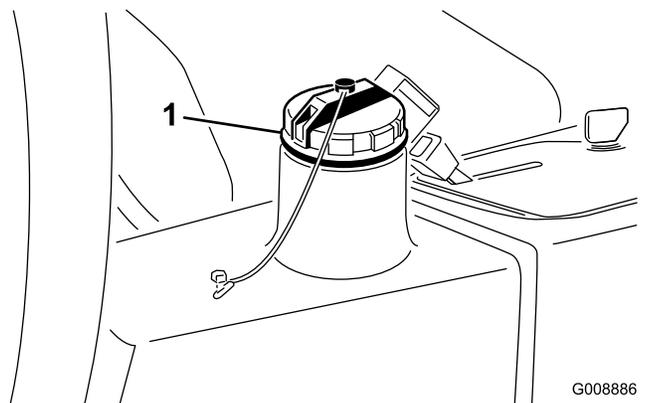

図 32
2. 油圧オイルタンクの注油口周辺をきれいに拭き、キャップ 図 32 を外す。